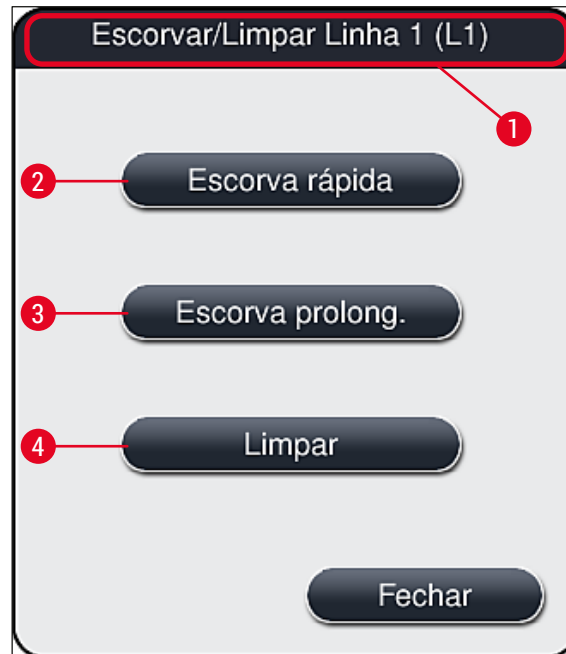

Fig. 99
- ✓ No menu a seguir (→ Fig. 99), há três programas diferentes para escorvar/limpar.